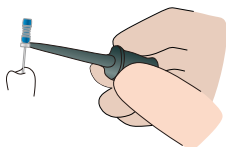

Рис. 17
- Введіть файл у кореневий канал і тримайте затискач на металевій частині файла (рис. 17).